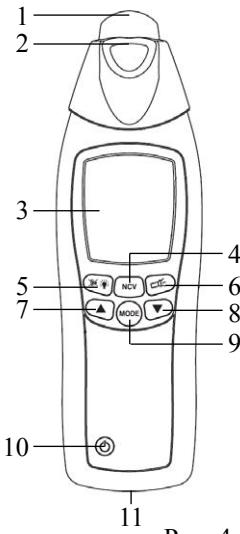
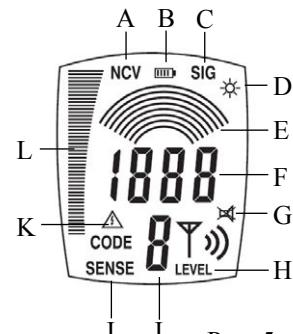

Рис. 4
Рис. 5
- Для большей точности обнаружения на приёмнике должна быть выбрана минимальная чувствительность: все дугообразные кривые на графической шкале E (рис. 5). Настройка чувствительности производится с помощью кнопок  $\blacktriangle$  и  $\blacktriangledown$  (рис. 4).